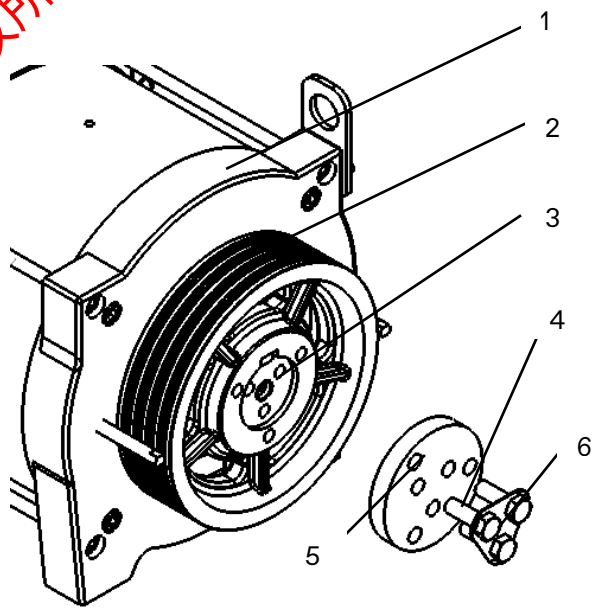

图 8-7 曳引轮安装示意图
- a. 如图 8-7 所示，将新曳引轮 2 安装在主轴 3 上，外六角螺栓 4 涂抹螺纹固定胶（乐泰 243），用外六角螺栓 4 通过曳引轮挡板 5、锁紧垫片 6 的安装孔锁在主轴 3 上，慢慢同步拧紧三个外六角螺栓 4，拧紧力矩 44N.m。